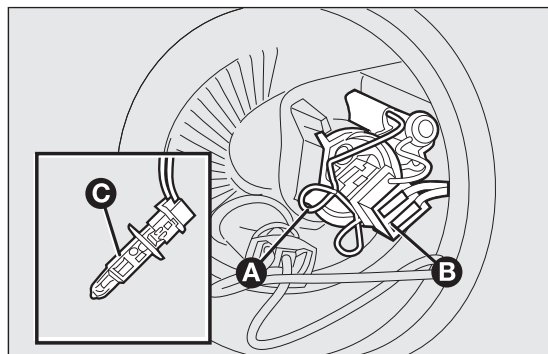

fig. 142
- ☐ desenganchar la ballestilla de sujeción de la lámpara A fig. 142;